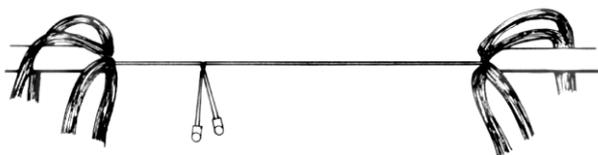

Рис. 5.6. Пара жил опрессована в соединителях
53.6. Ввести жилы в соединитель и опрессовать, как описано в п.п. 3.3, 3.4 (рис. 5.6).